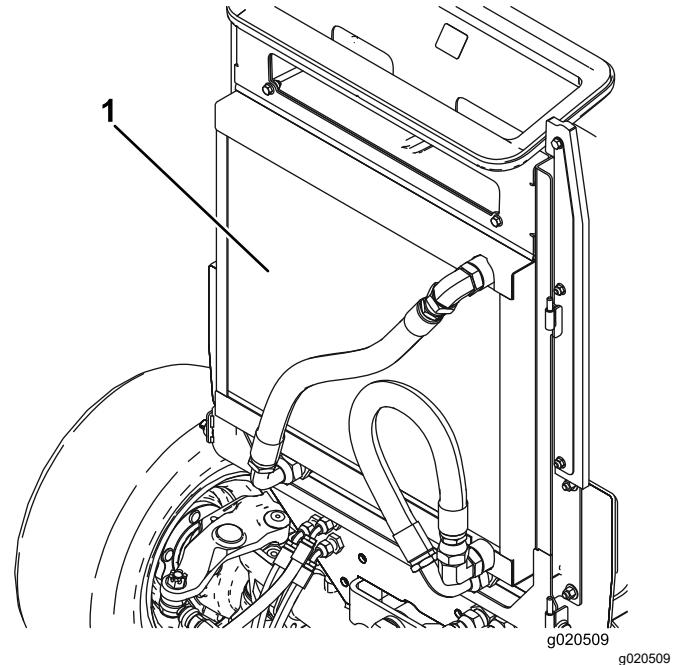

Figure 79
5. Nettoyez soigneusement les deux côtés du refroidisseur d'huile et du radiateur à l'air comprimé (Figure 79).